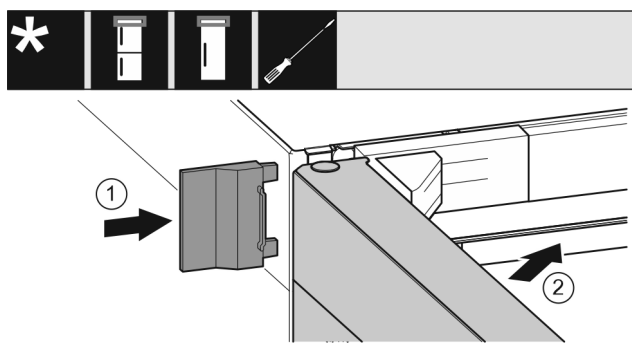

Fig. 60
- ▶ Shtyni kapakun mbulues të jashtëm Fig. 60 (1).
- ▶ Mbyllni derën lart Fig. 60 (2).